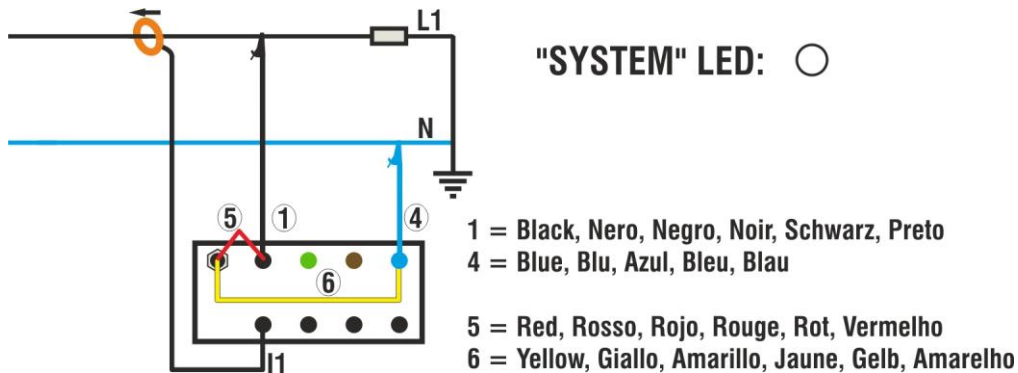

Fig. 2: Collegamento dello strumento in un sistema Monofase
2. Collegare i terminali di alimentazione (rosso e giallo) rispettando le connessioni indicate in Fig. 2
3. Collegare i cavi della tensione L1-N rispettando le connessioni indicate in Fig. 2
4. Se si intende effettuare rilevazioni di corrente e potenza, collegare la pinza amperometrica sul conduttore di fase **rispettando il verso indicato sulla pinza** e le connessioni indicate in Fig. 2